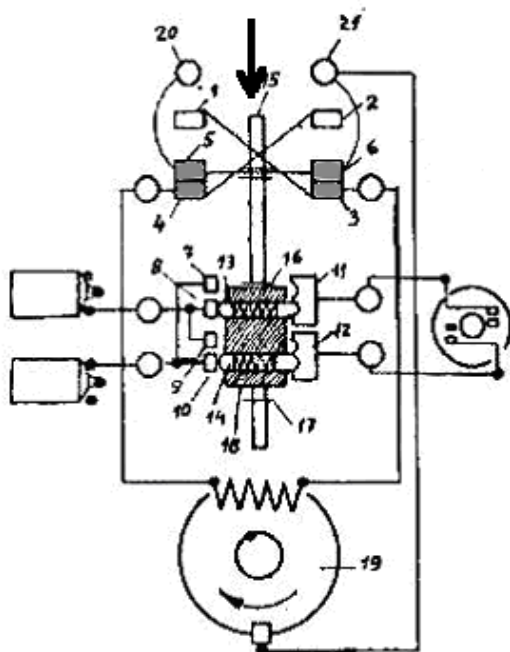
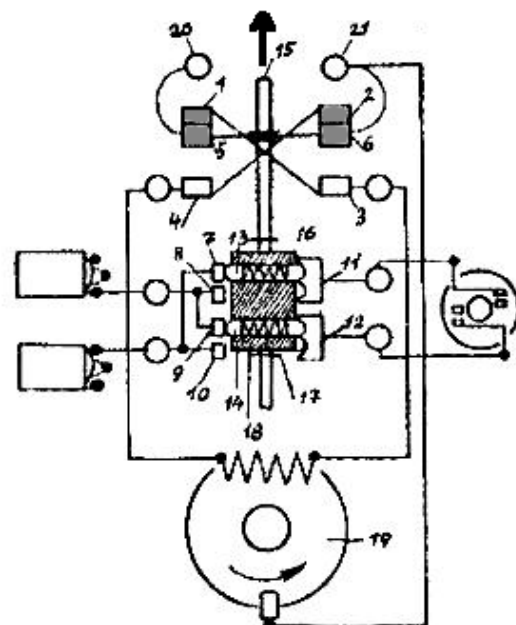

Fig. 1
Fig. 3
Klemmen B & D voeren de spanning van de klemmen S1 & S2 deze klemmen worden verbonden met kabels naar de klemmen S1 & S2 op de dynostart (de veldwikkeling van de dynostart), door te duwen (zie Fig. 1) of te trekken (zie Fig. 3) aan de startschakelaar, word de stroomrichting in de veldwikkeling (18) omgedraaid met als gevolg, zal de dynostart links of wel rechtsom draaien, zodra je de schakelaar weer loslaat zal de hoofdstroomschakelaar weer in de neutrale stand staan (er loopt dan geen stroom meer door de veldwikkeling).